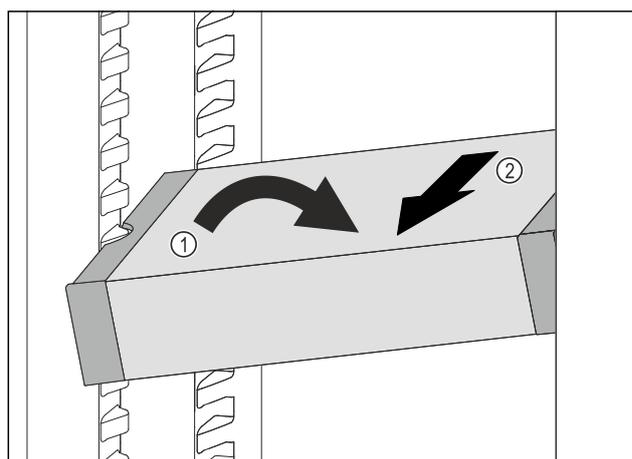

Fig. 137
- ▶ Incliner le VarioSafe dans la partie réfrigérateur. Fig. 137 (1)
- ▶ Sortir le tiroir VarioSafe par l'avant. Fig. 137 (2)